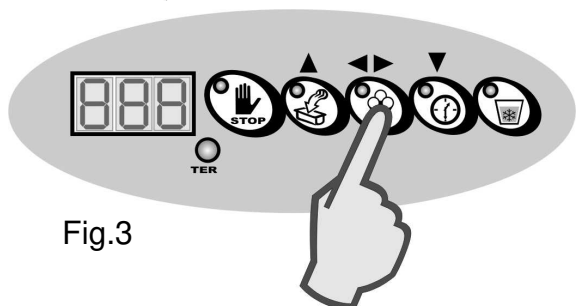

Fig.3
6. Se, invece, si desidera modificare il passo selezionato, premere il tasto "CONFERMA" (fig. 3) per visualizzarne il valore attuale e successivamente premere i tasti "UP" o "DOWN" per rispettivamente aumentare o diminuirne il valore. Successivamente, premere il tasto "CONFERMA" per confermare il dato.